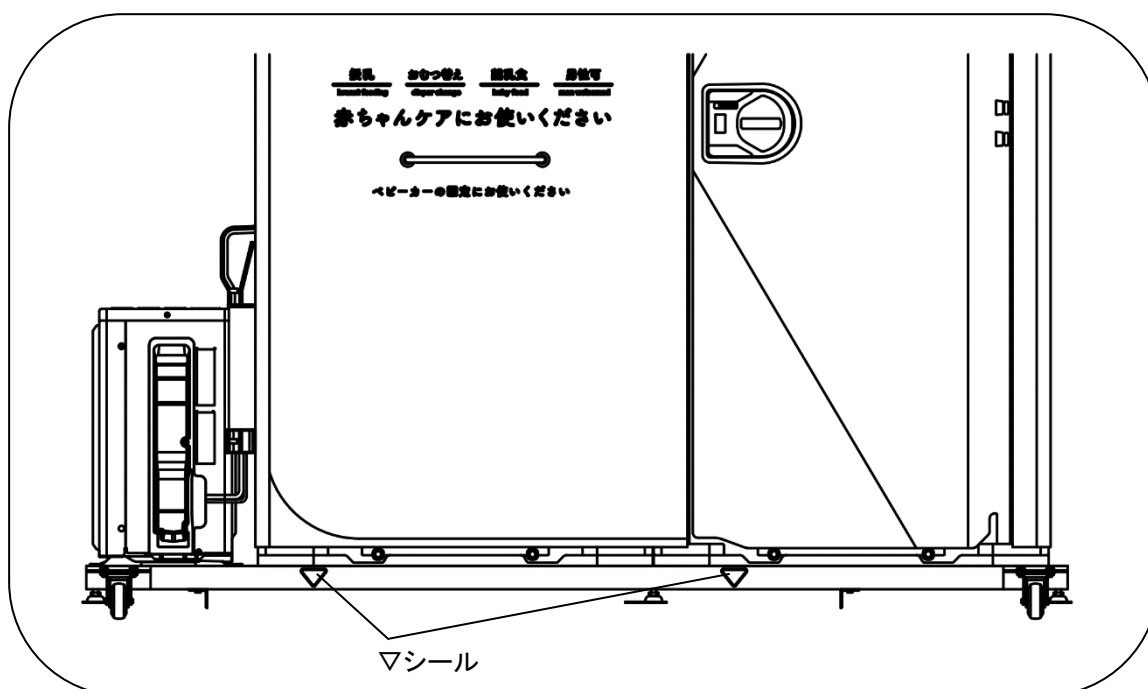

Fig. 3-2 挿し込み位置
-  挿し込み位置は前面側に Fig. 3-2 のようにシールがついていますので、必ずシールの真下に爪がくるようにしてください。爪がアジャスターボルト、吊り上げ金具、キャスター等と接触しないようご注意ください。
- ① ユニットのキャスターをロックしてください。ロック付きのキャスターは後面側 2 ヶ所になりますので両方ロックしてください。
- ② ユニットを角材等の上に置き、十分な挿し込み高さを確保してください。なお、角材等を使用せず地面へ直接置いた場合、フォークリフトの挿し込み高さは約 60 mm です。
- ③ Fig. 3-2 の位置(ユニット前面側)に▽シールがついております。フォークリフトの爪を前面側からこのシールの真下に爪がくるように挿し込み、持ち上げてください。このとき、爪が前後のアジャスターボルト、吊り上げ金具と接触しないようご注意ください。